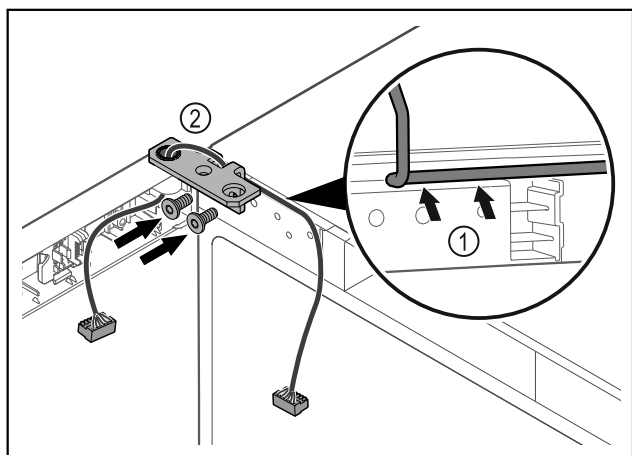

Fig. 42
- Vezesse át a kábelt a csuklópánton lévő nyíláson, majd óvatosan fektesse le Fig. 42 (1).
- Csavarozza fel a csuklópántot Fig. 42 (2).